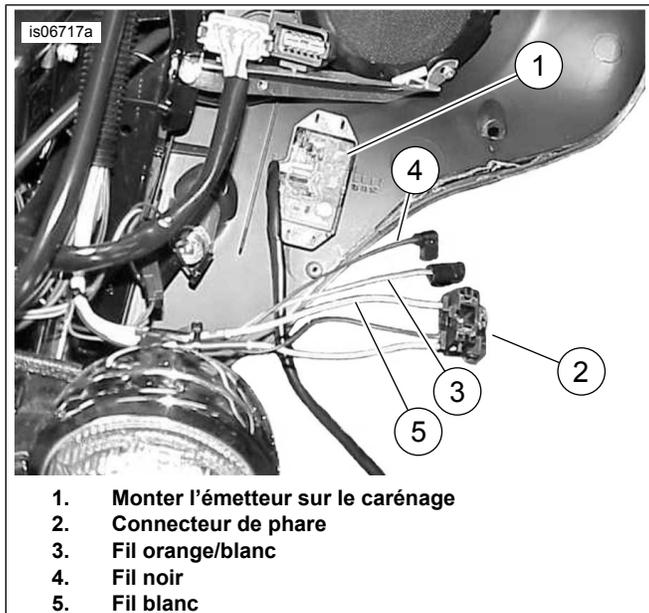
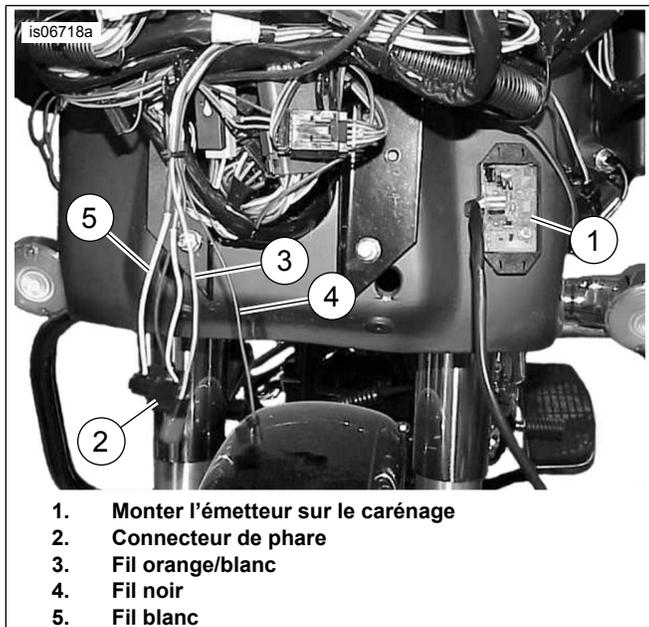

Figure 11. Fils pour les connexions de l'émetteur (modèles FLHT/X de 2013 et plus anciens)
Figure 12. Fils pour les connexions de l'émetteur (modèles FLTR de 2013 et plus anciens)
| Touring/Trike (FLHT/X, FLTR, (2013 et plus anciens) | Intérieur supérieur du carénage, avec coussinet en mousse (retirer le carénage extérieur en premier lieu) (Voir la figure 11. et Figure 12). | |
3. Voir Figure 11. (modèles FLHT/FLHX) ou Figure 12. (modèles FLTR). Monter l'émetteur sur le côté intérieur supérieur du carénage.